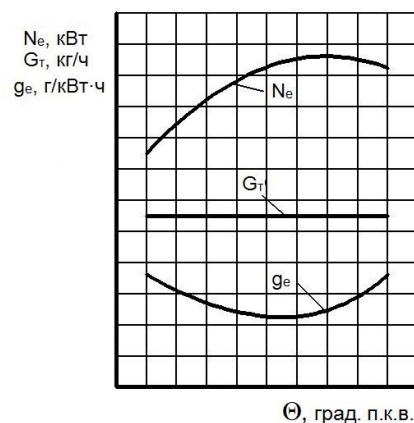

Рисунок 4 – Регулировочная характеристика карбюраторного двигателя по углу опережения зажигания
27. Регулировочная характеристика карбюраторного двигателя по углу опережения зажигания (рис. 4) – это графическая зависимость...